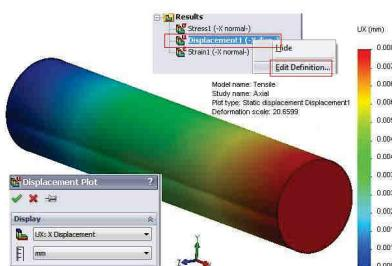

Fig. 9.11
- Selectând opțiunea **Edit Definition** → **UX: X Displacement** din lista activată prin buton dreapta pe ramura **Displacement** se va activa afișarea distribuției de deplasări pe direcția X, fig. 9.11.
- The X direction displacement distribution is shown by selecting **Edit Definition** → **UX: X Displacement** from the list activated through right mouse button on **Displacement** branch, fig. 9.11.